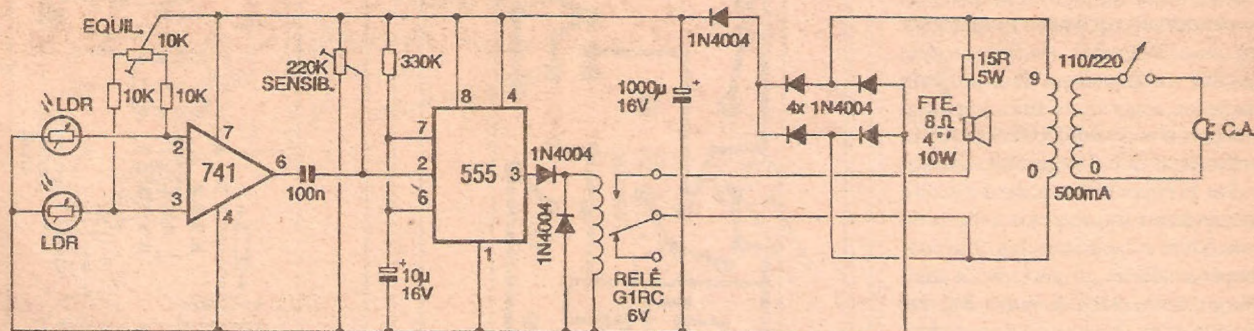

Fig.1
- **FIG. 1 - DIAGRAMA ESQUEMÁTICO DO CIRCUITO** - Na verdade, apesar da aparente complexidade das funções e comportamentos do circuito, este é muito simples, graças ao habilidoso uso das capacidades de alguns componentes e módulos já bem conhecidos dos leitores/hobystas... No primeiro bloco, centralizado num conhecidíssimo integrado 741, te-